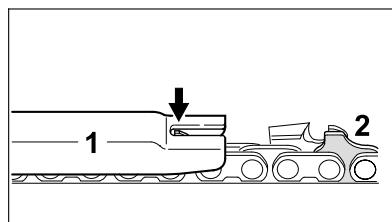

Рис. 67
- На пильную цепь наложить опиловочный шаблон (рис. 67, поз 1), соответствующий шагу пильной цепи и прижать на режущем зубе подлежащем проверке – если ограничитель глубины выступает над шаблоном, то ограничитель должен быть дополнительно обработан. Пильные цепи с бугорчатым ведущим звеном (рис. 67, поз 2) – верхняя деталь бугорчатого ведущего звена (рис. 67, поз 2) (с сервисной маркировкой) обрабатывается одновременно с ограничителем глубины режущего зуба.